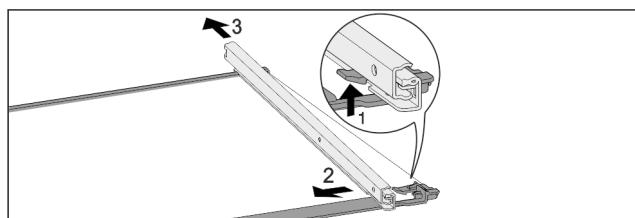

Fig. 139 Стъклена плоча с релси
- Натиснете нагоре предните фиксиращи палци. Fig. 139 (1)
- Пълзнете изтеглящата релса настрани Fig. 139 (2) и назад Fig. 139 (3).